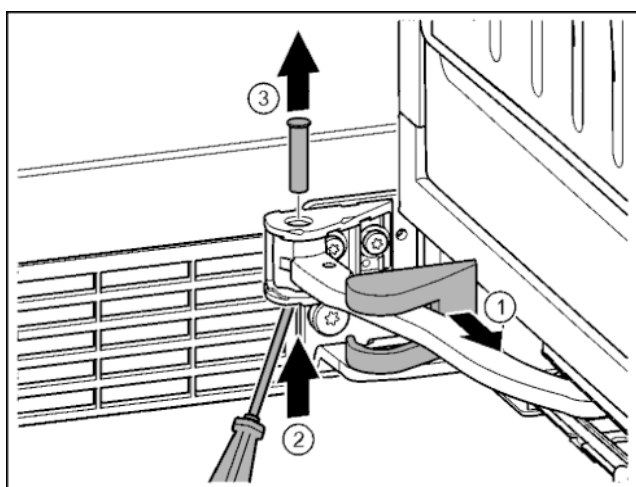

Fig. 18
- ▶ Снять крышку опорного кронштейна и переместить вдоль шарнира. Fig. 18 (1)
- ▶ Рукой или отверткой приподнять палец снизу. Fig. 18 (2)
- ▶ Вставить отвертку под головку пальца и вытянуть его. Fig. 18 (3)